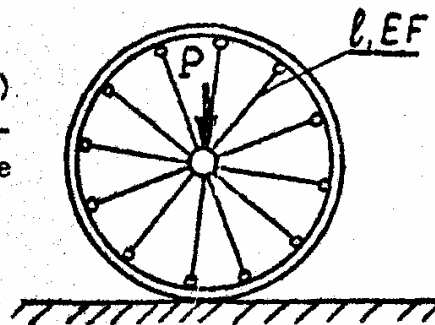

Рис. 7
**Задача 7.** Обод колеса соединен со ступицей с помощью 12 спиц (рис. 7). Определить усилия в спицах при приложении к ступице силы  $P$ . При расчете обод считать абсолютно жестким. Начальное натяжение спиц принять равным нулю.